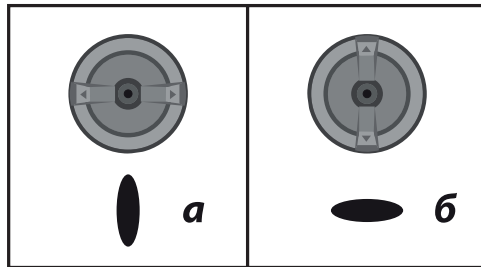

Рис. 3
- а) горизонтально - для формирования вертикального факела при окраске вправо-влево (Рис. 3а);
- б) вертикально - для горизонтального факела при окраске вверх-вниз (Рис. 3б);
9. Для регулировки интенсивности распыления поверните рычаг (1), чтобы отрегулировать необходимую форму факела от круглой до овальной.
10. При пробной окраске определите необходимую скорость ведения распылителя для равномерной окраски и расход материала, во избежание, при большой скорости и недостаточном расходе, неравномерного покрытия; а при низкой скорости и избыточном расходе - потеков материала. Регулировка расхода материала осуществляется вращением регулятора (1).